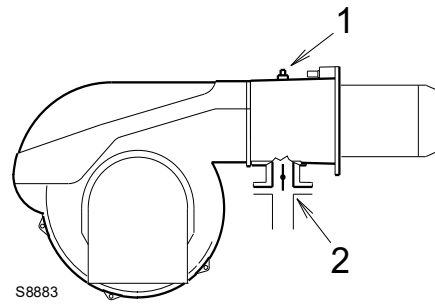

Fig. 23
Pression gaz mesurée à la prise 1)(Fig. 23), avec:
Perte de charge du papillon à gaz 2)(Fig. 23) avec ouverture maximale: 90°.
- soustraire de la pression du gaz à la prise 1)(Fig. 23) la pression chambre de combustion.
Pression du gaz à la prise 1)(Fig. 23) = 14,3 mbar
Par contre, pour connaître la pression du gaz nécessaire à la prise 1)(Fig. 23), après avoir fixé la puissance maximale de fonctionnement du brûleur:
- Lire la pression à la prise 1)(Fig. 23) sur la droite, colonne 1.
pression nécessaire à la prise 1)(Fig. 23).